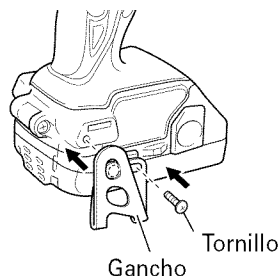

Fig. 11
- (2) Colocación del gancho y ajuste de los tornillos. Instale el gancho en la ranura de la herramienta de alimentación eléctrica de forma segura y apriete los tornillos de manera que el gancho quede firmemente sujeto. (Fig. 11)